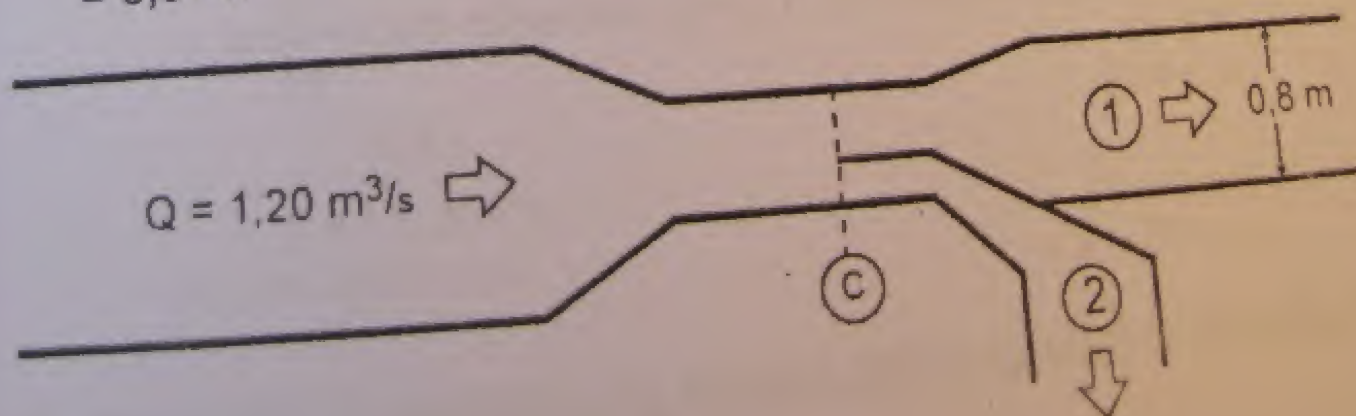

Figura 31. Partidor
69. Un canal principal se bifurca en dos secundarios mediante un partidador (figura 31), debiendo llevar cada derivado los $2/3$ y $1/3$ del caudal principal. El caudal total es $1,20 \text{ m}^3/\text{s}$, el ancho en el derivado mayor, de sección rectangular, es de $0,80 \text{ m}$ y se traza con una pendiente de $0,001$ y un coeficiente de rugosidad de $n = 0,014$.